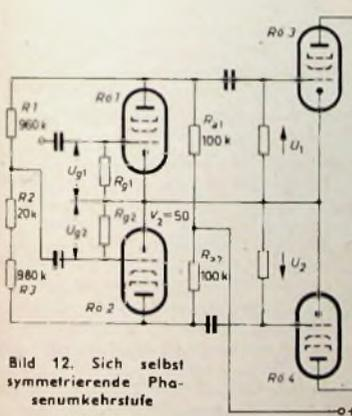

Bild 12. Sich selbstsymmetrierende Phasenumkehrstufe
Die Schaltung einer sich selbstsymmetrierenden Phasenumkehrstufe zeigt Bild 12. Für die Spannungen U_1 und U_2 gilt die Forderung
In üblichen Phasenumkehrschaltungen würde bei Röhrenalterung oder Röhrenwechsel in der Phasenumkehrstufe keine Spannungssymmetrie entsprechend Gl (5) mehr vorhanden sein. Die Folge wäre ein starkes Ansteigen des Klirrfaktors. Die Schaltung nach Bild 12 stellt aber eine Brücke dar, wobei zwei Brückenglieder durch die beiden resultierenden Außenwiderstände (Spannungsteiler und Röhren) gebildet werden. Die beiden anderen Brückenzweige werden durch die Widerstände R_1 , R_2 und den Widerstand R_3 dargestellt. Die Dimensionierung der Widerstände R_1 , R_2 und R_3 ergibt sich aus folgender Überlegung: